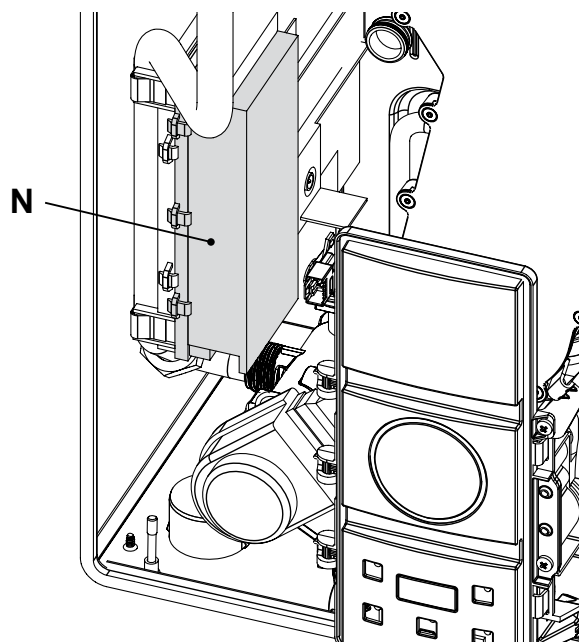

Figura 5.18
- Individuare il coperchio copri morsettera N (Figura 5.18) ed aprirlo.